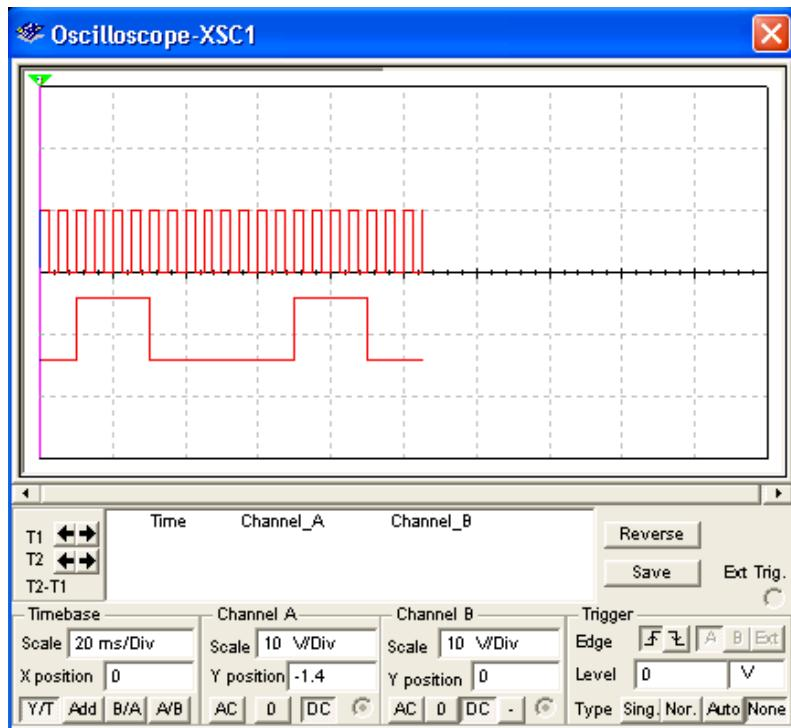

Рис. 4. Осциллограф
**Осциллограф.** Лицевая панель осциллографа показана на рис. 4. Осциллограф имеет два канала (CHANNEL) А и В (в случае двухканального осциллографа; в арсенале приборов Multisim имеется также и 4-х канальный осциллограф, а также виртуальный осциллограф фирмы Agilent) с раздельной регулировкой чувствительности в диапазоне от 10 мкВ/дел (mV/Div) до 5 кВ/дел (kV/Div) и регулировкой смещения по вертикали (Y POS). При этом каждый канал имеет два вывода обозначенные как «+» и «-». Подавая сигнал на один из выводов, другой целесообразно заземлять.